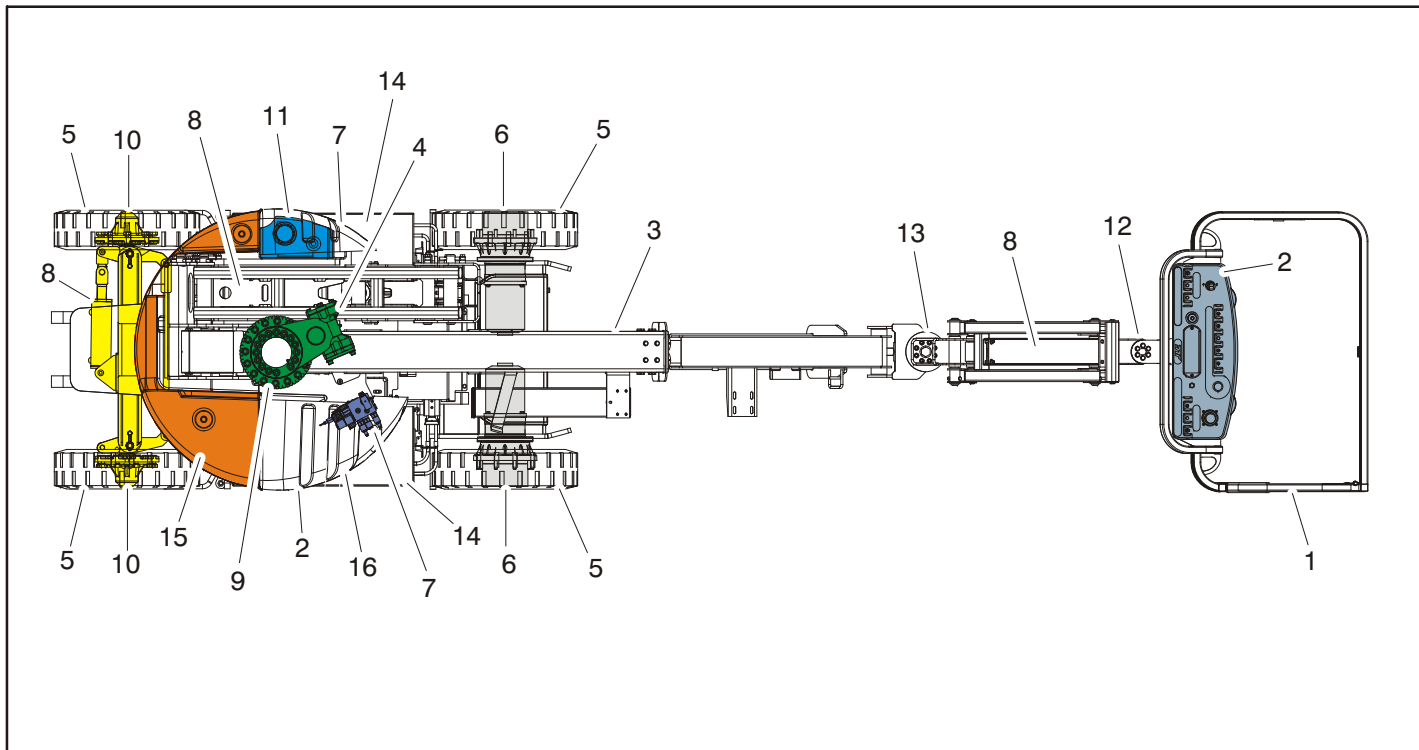

Figura 2-2. Inspeção Exterior Diária - Folha 1 de 3
5. **Inspeção exterior** – Consultar a Figura 2-2.